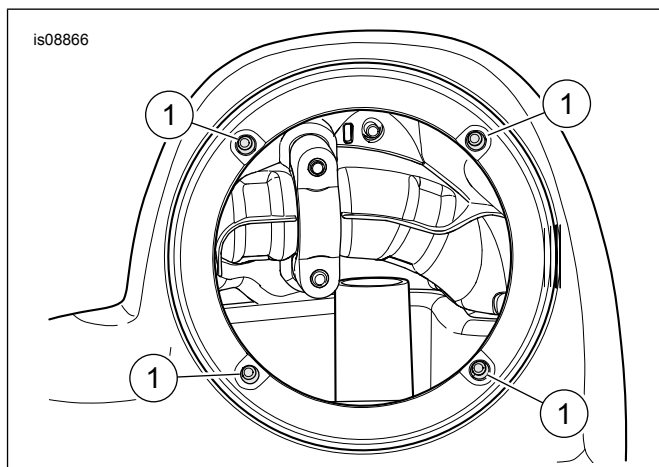

Figura 11. Porcas prisioneiras
15. Veja Figura 11 . Insira as porcas prisioneiras de dentro da abertura grande.